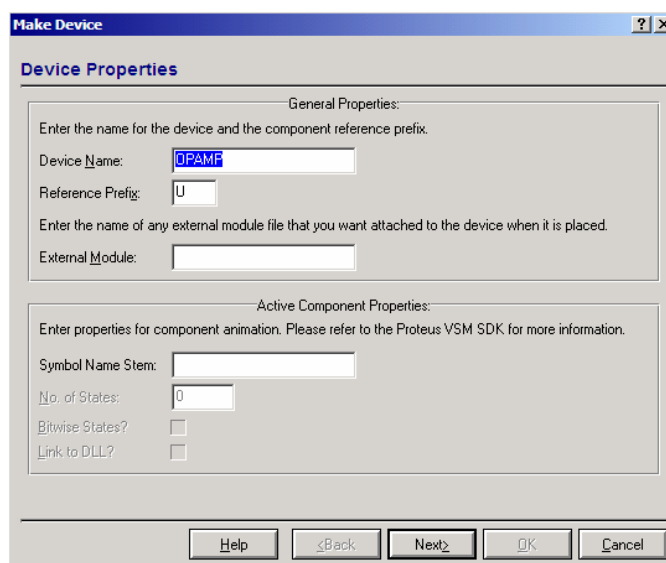

Figura 50: Janela *Make Device* para criar um componente.
4. Selecione o conjunto. Clique com o botão direito sobre o mesmo e escolha a opção: **Make device** . Abrirá a janela da figura 50.